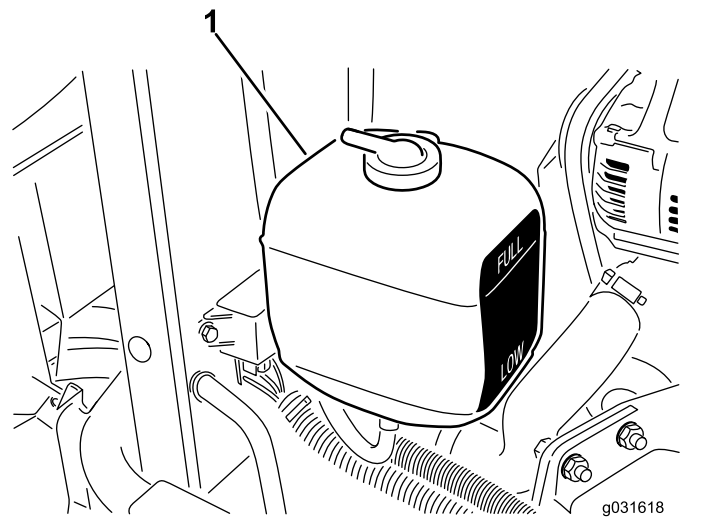

Figure 57
1. Vérifiez le niveau du liquide de refroidissement dans le vase d'expansion (Figure 57).